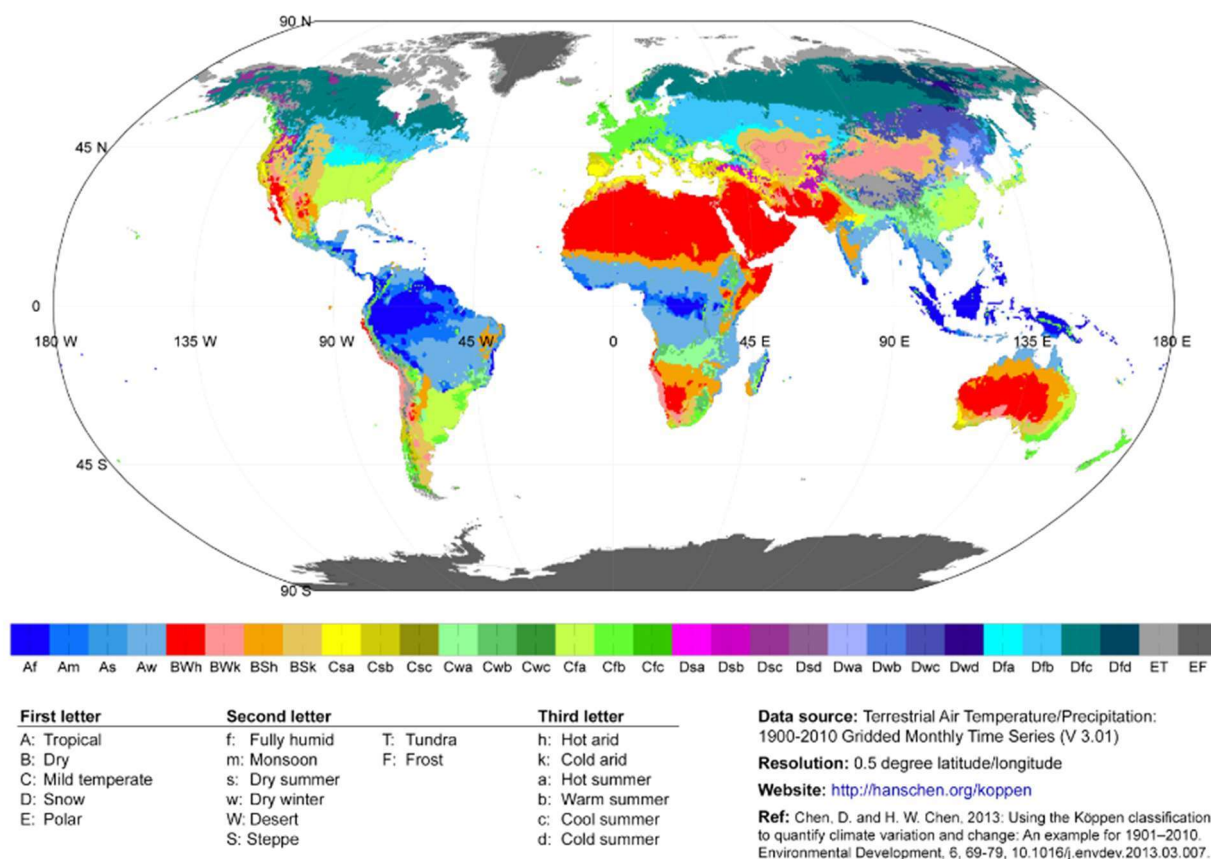

图 A.2 1901 到 2010 年间 Köppen 气候类型的空间分布
- 光伏组件的工作温度还受到其与屋顶之间距离的影响。组件与屋顶之间的最小距离与当地气候条件有关。图 A.2 展示了 1901 到 2010 年间的 Köppen 气候类型所确定的气候区域分布。其中 BWh 气候区以外的区域，最小距离为 102 mm；如需确定 BWh 气候区某一位置的组件与屋顶距离，请咨询阿特斯阳光电力技术支持部门。了解更多关于 Köppen 气候类型的信息，请查阅：